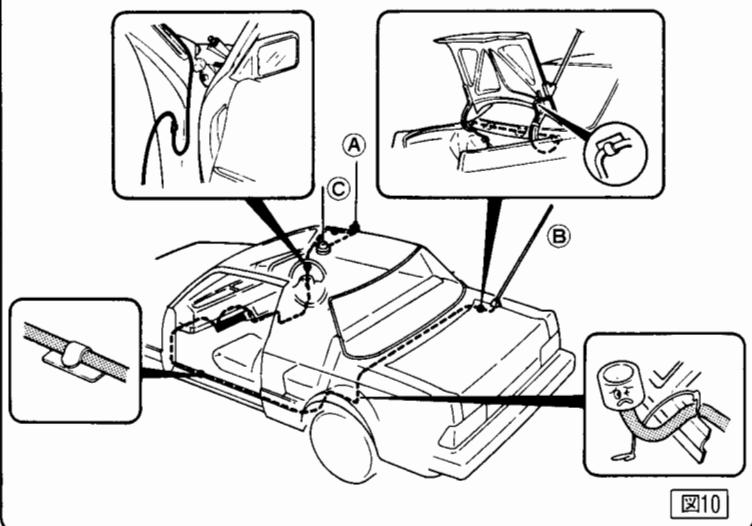

図10
③同軸ケーブルを車内に引込むときは、図10のようにしてください。